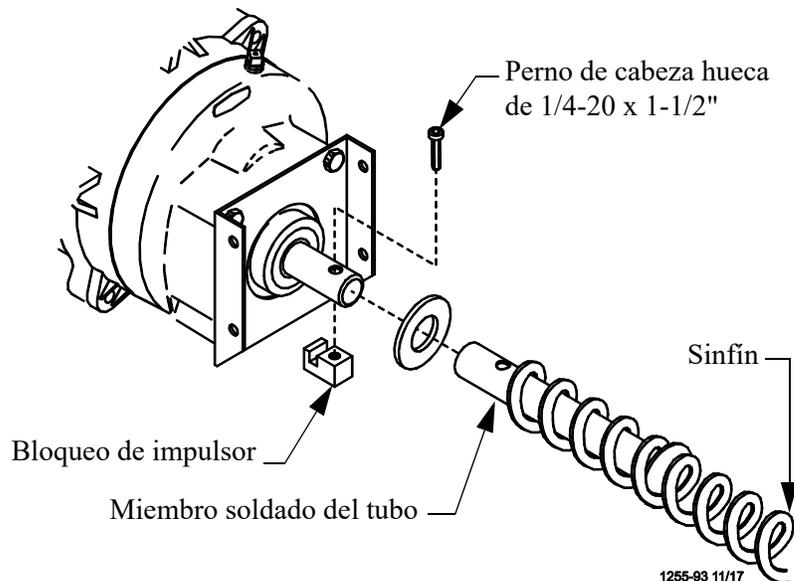

Figura 34. Componentes del impulsor del sinfín
4. Deslizar el tubo impulsor y la arandela plana sobre el eje de salida en la unidad de potencia, como se muestra en la **Figura 34**.
6. Girar el miembro soldado del tubo impulsor en el sinfín y luego engancharlo en el eje de salida de la unidad de potencia, como se muestra en la **Figura 34**. Usar el bloqueo de impulsor para fijar el sinfín al eje de salida.